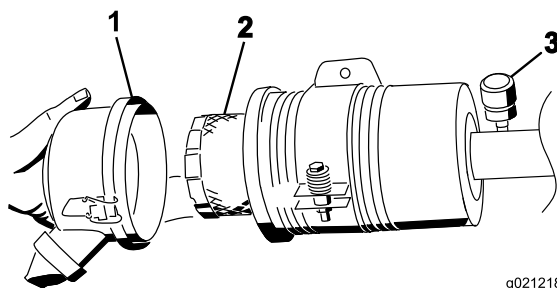

Figure 70
3. Déposez et remplacez le filtre (Figure 70).